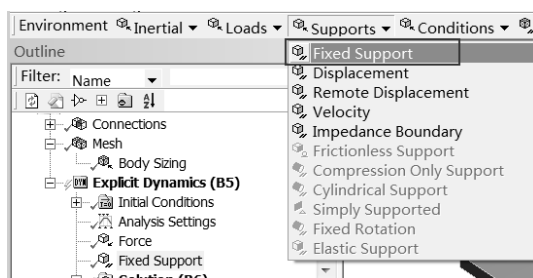

图 11-25 添加约束命令
Step5 : 选择 Mechanical 界面左侧 Outline (分析树) 中的 Explicit Dynamics (B5) 选项 , 在出现的 Environment 工具栏中选择如图 11-25 所示的 Fixed Support 命令。